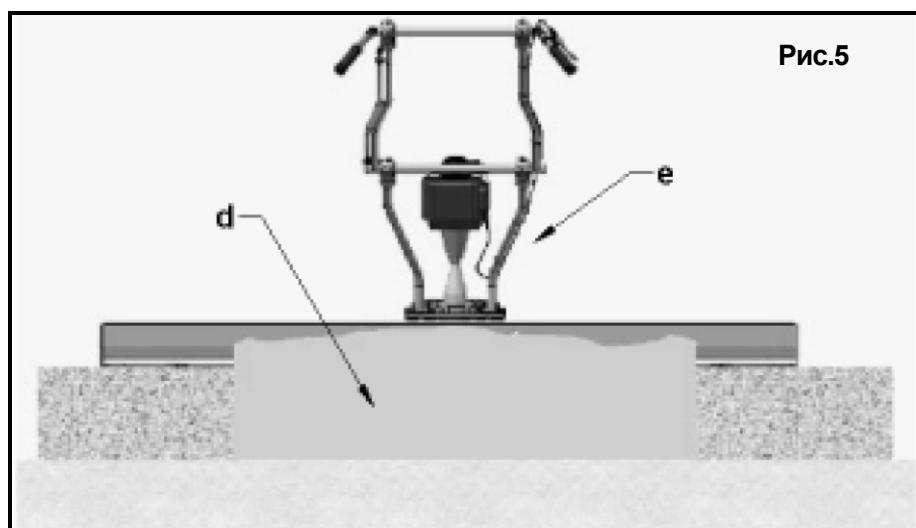

Рис.5
4. Бетон можно залить между полосами (d), которые будут использоваться как «влажные формы» для заливки остального бетона. Снятие излишков бетона в этой точке будет производиться параллельно оси исходных влажных подкладок бетона (e) (рис.5).